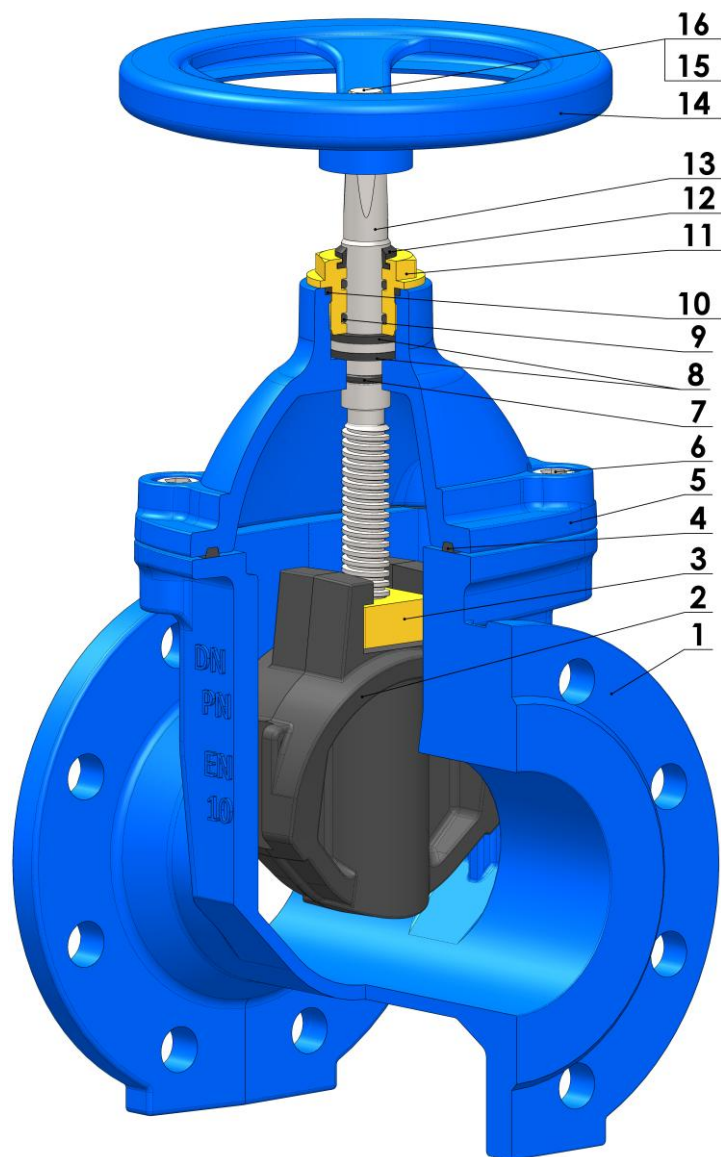
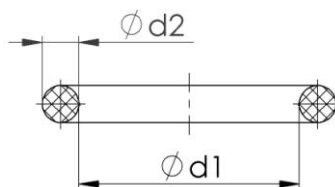

Рис.1
Рис.3
4.1. На Рис.1 показано устройство задвижки с ручным управлением.
В процессе эксплуатации, резиновые уплотнительные кольца 9 (Рис.1) изнашиваются и подлежат замене на новые. Вместе с ним, обязательной замене подлежит и кольцо 10. Размеры уплотнительных колец (см. Рис.3) приведены в Таблице 4.